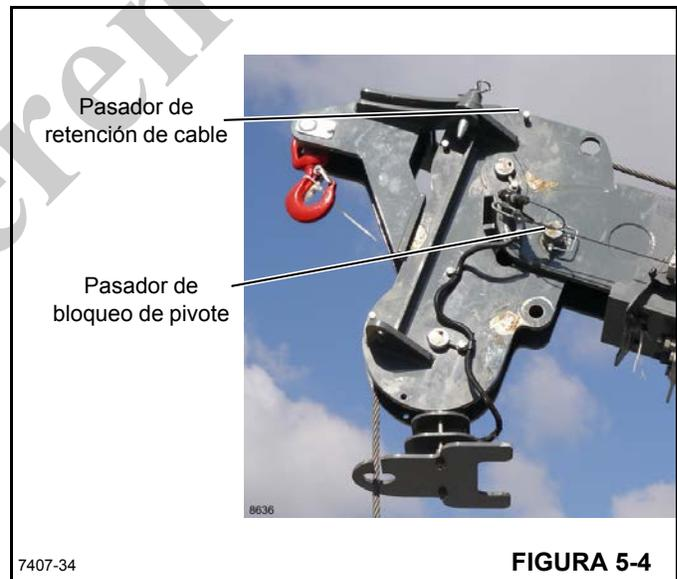
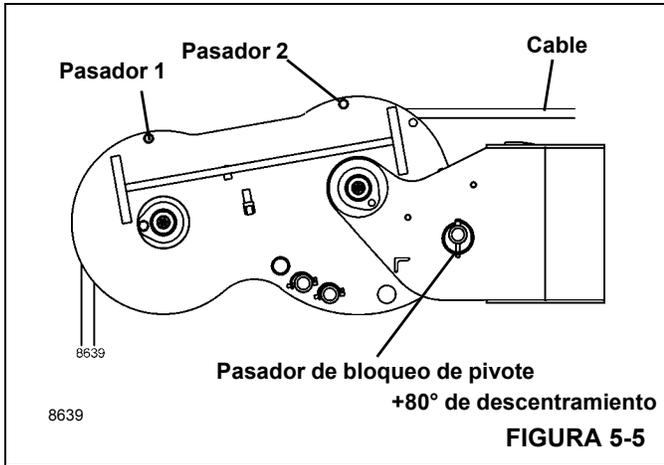

FIGURA 5-4
FIGURA 5-5
3. Retire la pinza de retención del pasador de retención de cable, retire el pasador de retención de cable de la parte superior de la cabeza de la pluma (Figura 5-4).
4. Retire la chaveta y el pasador de bloqueo de pivote (Figura 5-4).
6. Instale el pasador de retención de cable y la pinza de retención en la parte superior de la cabeza de la pluma (Figura 5-4).
7. Al descentrar la cabeza de la pluma (Figura 5-5) a +80°, pase el cable entre el pasador N.º 2 y la rueda de la polea. Instale el pasador N.º 1 en un agujero más bajo.
8. Después, instale el pasador de retención de cable y la pinza de retención en la parte superior de la cabeza de la pluma (Figura 5-5). Revise que el cable no esté haciendo contacto con el pasador de retención en la parte superior de la cabeza de la pluma.
3. Retire la pinza retenedora y la pinza de retención de cable de la parte superior de la cabeza de la pluma (Figura 5-4).
7. Instale el pasador de retención de cable y la pinza de retención en la parte superior de la cabeza de la pluma (vea la Figura 5-4 y la Figura 5-5).